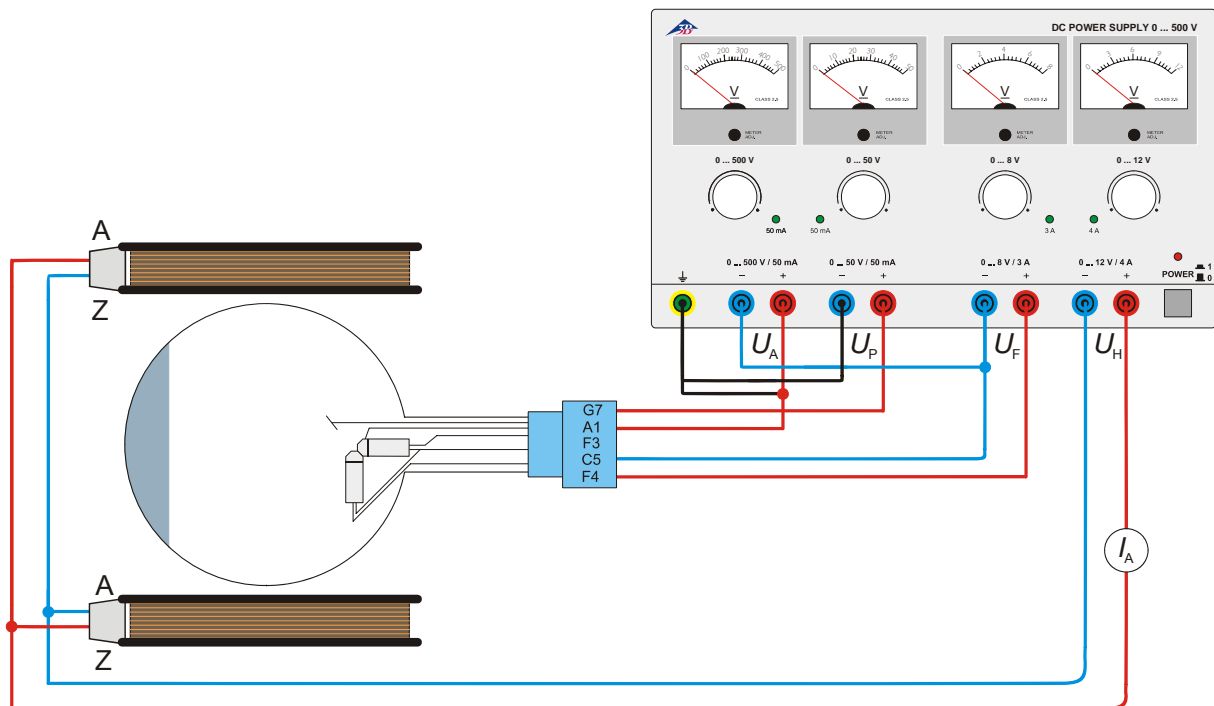

Fig. 4 Détermination de e/m avec le canon électronique perpendiculaire
- Procédez au câblage du tube comme le montre la figure 4.